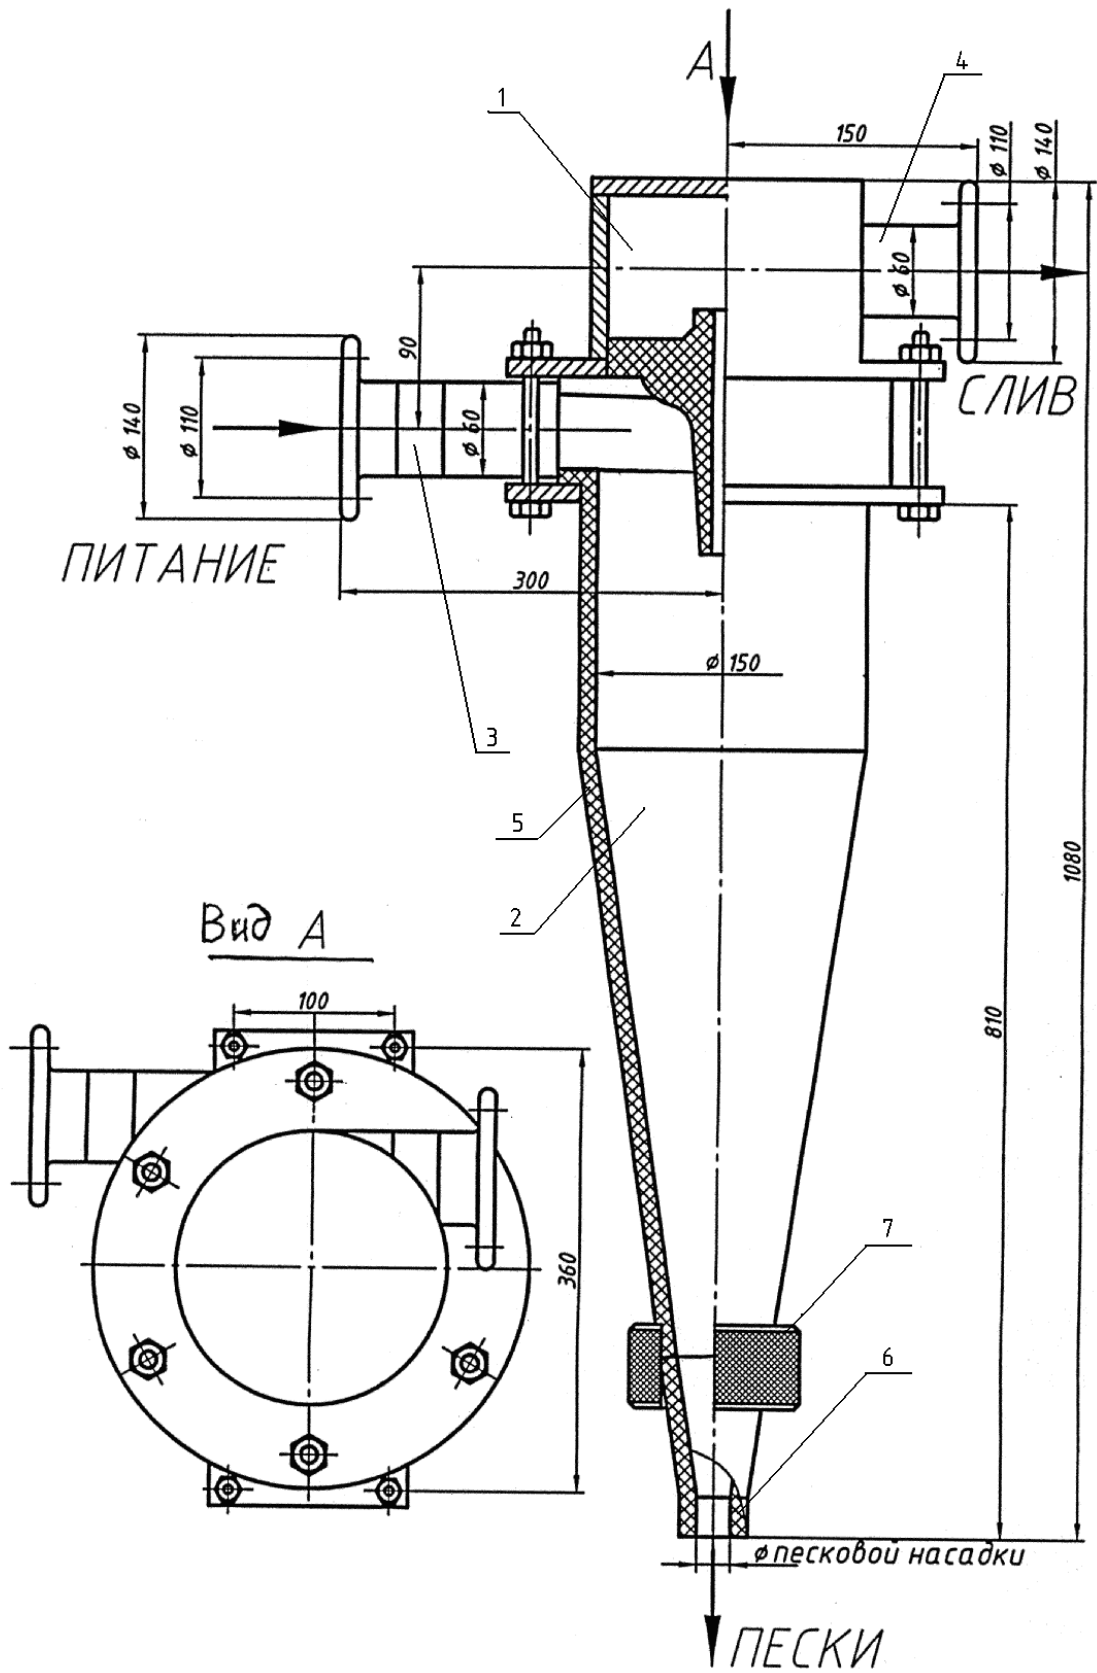

Рис. 1. Гидроциклон полиуретановый ГЦП-150
Гидроциклон (рис. 1) состоит из цилиндрической 1 и конусной частей 2.
6.6. На вершине конуса установить песковую насадку с диаметром отверстия, требуемого по условиям технологического процесса, которая крепится посредством гайки 7 (рис. 1).